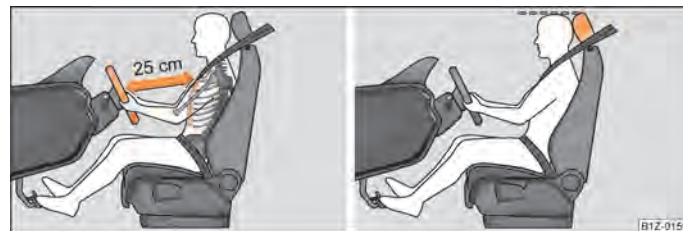

Fig. 116 Distanța corectă dintre șofer și volan/Reglarea corectă a tetierei șoferului
- Reglați astfel scaunul șoferului încât distanța dintre volan și torace să fie de cel puțin 25 cm ⇒ fig. 116 - stânga.
- Reglați tetierele astfel încât marginea superioară a tetierei să se afle la aceeași înălțime cu partea superioară a capului dumneavoastră ⇒ fig. 116 - dreapta.
- Între șofer și volan trebuie să existe o distanță de cel puțin 25 cm ⇒ fig. 116 stânga. Dacă nu se respectă această distanță, sistemul airbag nu își poate exercita eficiența maximă - Pericol!
- Reglați tetierele astfel încât marginea superioară a tetierelor să se afle la aceeași înălțime cu partea superioară a capului dumneavoastră → fig. 116 - dreapta.